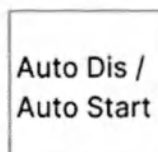

Рисунок 9.46 – Символ функции «Auto Disconnect / Auto Start»
- 3 В поле отображения активных процедур и функций будет отображаться символ активной функции «Auto Disconnect / Auto Start» (см. рисунок 9.46).